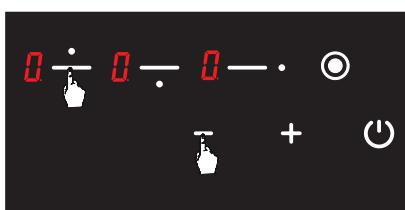

Рис. 18
2. Одночасно натисніть кнопку вибору верхньої лівої конфорки (■) і кнопку «мінус» (−) (Див. рис. 18). Одночасно пролунає короткий попереджувальний сигнал. Потім зніміть пальці з панелі керування плитою.